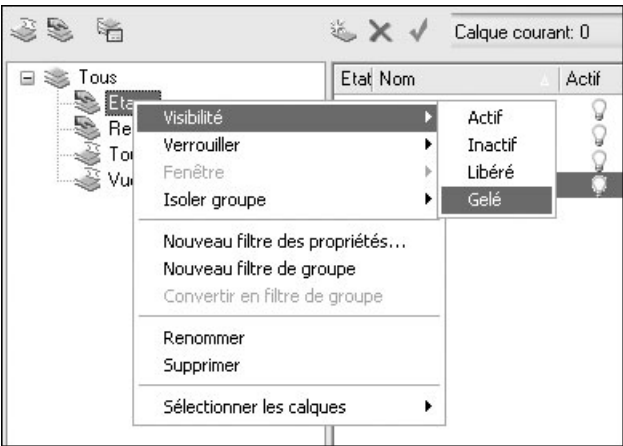

Fig.2.14
- 5 Pour n'afficher à l'écran que les calques du groupe REZ, il suffit de geler le contenu des autres groupes (fig.2.14).